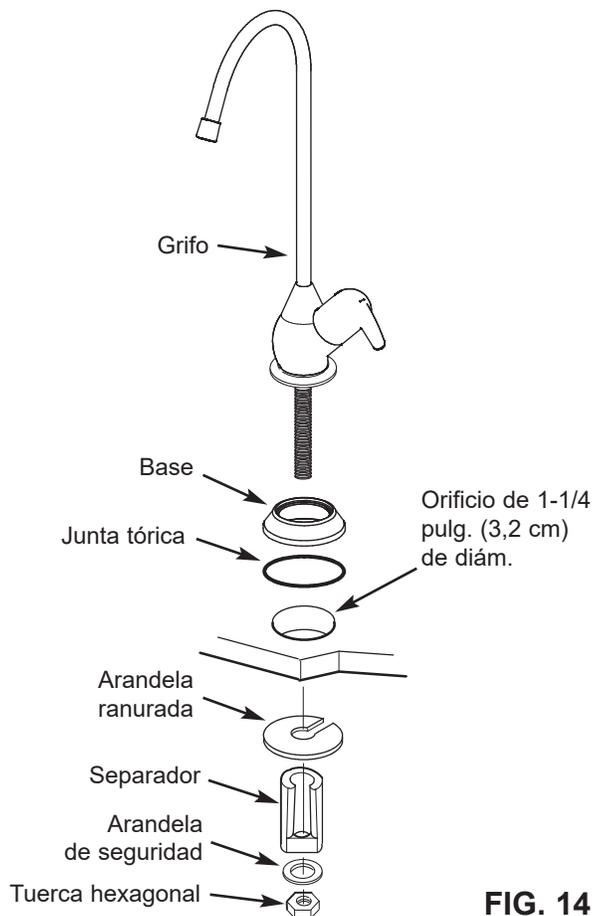

FIG. 14
1. Ubique y organice las piezas para instalar el grifo de ósmosis inversa. Vea la Fig. 14.
2. Inserte la junta tórica en la ranura en la parte inferior del base y deslice el base en el espárrago del grifo. Vea la Fig. 14.